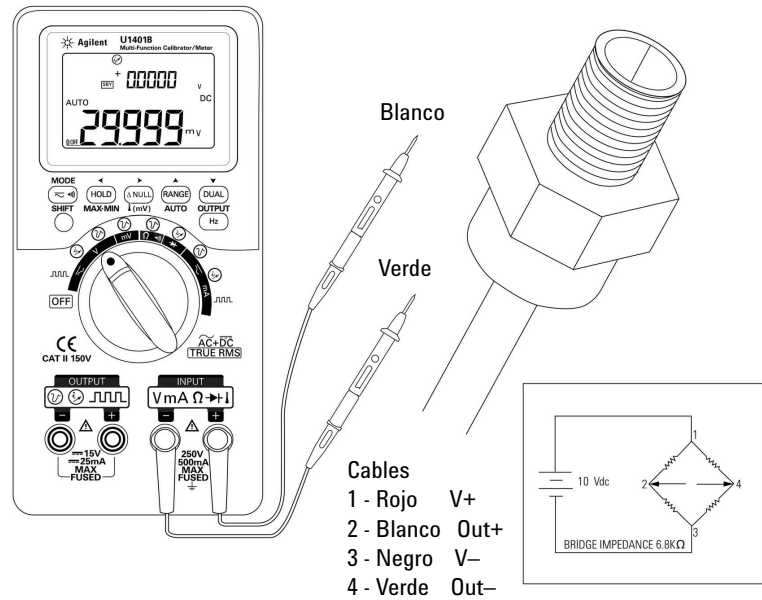

Figura 5-4 Medición del transductor de presión
- 3 Controle los puntos de prueba (Figura 5-4 en la página 93) y lea la pantalla.